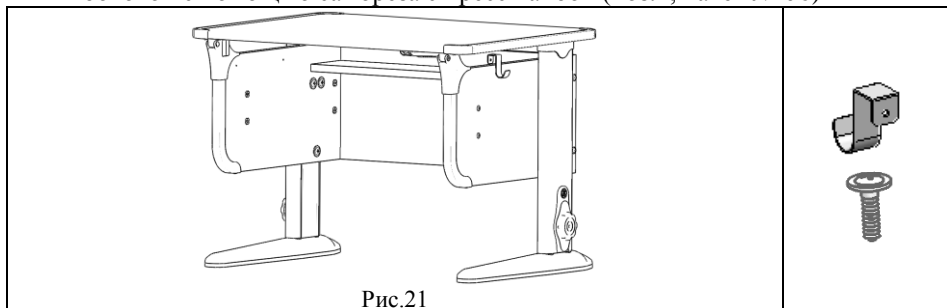

Рис.21
6.2. Установить крючки (поз.1, пакет № 66) на стенки боковые, см. рис.21.